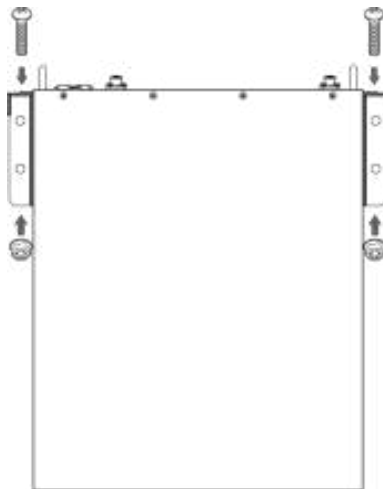

Abbildung 4-4
- e) Nehmen Sie die Batterie in die Hände und halten Sie sie fest. Hängen Sie die Batterie an der befestigten Wandhalterung ein. Die Befestigungsösen müssen an den linken und rechten Bohrungen der Halterung ausgerichtet sind, Verwenden Sie 4 Sätze M6-Schrauben und Schnappverschlussmütern. wie in Abbildung 4-4 dargestellt.